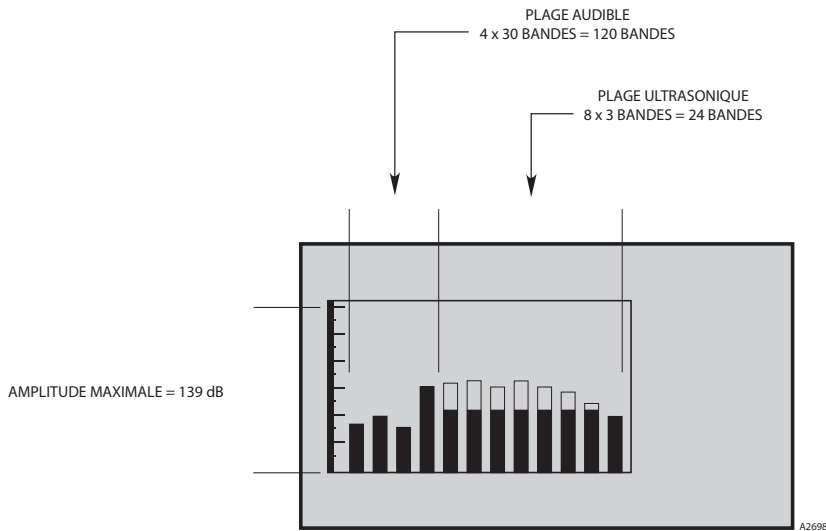

Figure 6-2—L'Ecran de l'UD10-DCU Utilise 12 Bandes pour Représenter les 144 Bandes du Détecteur Acoustique FlexSonic
- Les 4 premières bandes résument la plage audible (20 Hz – 20 kHz). Chacune des quatre premières bandes représente un agrégat de 30 bandes du spectre, ce qui fait un total de 120 bandes. Voir Figure 6-2.
Le seuil d'alarme est résumé en 12 bandes en utilisant la méthode décrite ci-dessus. La portion de la bande qui excède le seuil d'alarme est inversée (affichée en blanc) comme représenté en Figure 6-2.